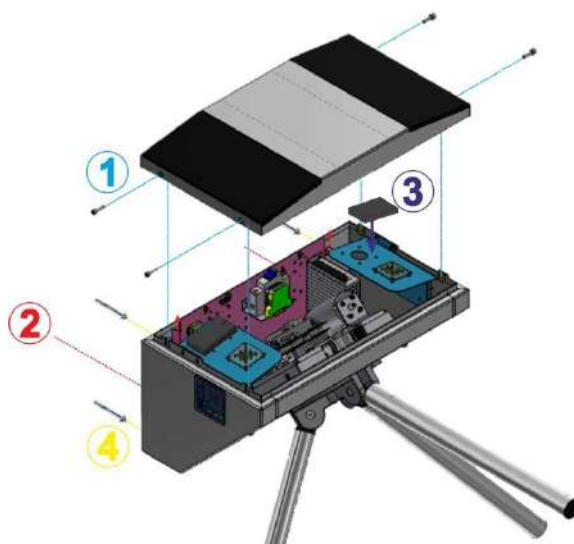

Рис. 18– Загальний вид складання турнікету-триподу «SKULL-M»
10) Для доступу до кріпильних та технологічних отворів та клемних колодок турнікету «SKULL-M» потрібно зняти кришку, відкрутивши 4 гвинти на торцях (див. Рис.18).